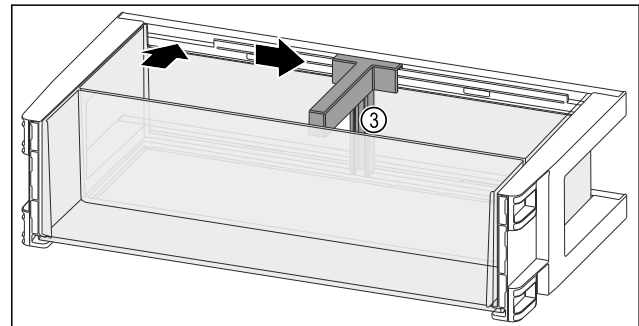

Fig. 123
- ▶ Flaschenhalter Fig. 123 (3) in die Aussparung einsetzen.
- ▶ Flaschenhalter Fig. 123 (3) in gewünschte Position zur Seite schieben.